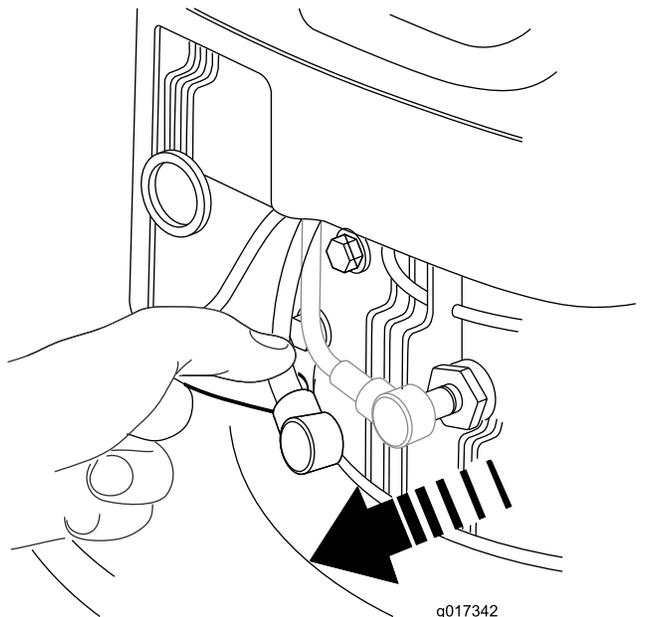

図 18
2. 整備などの前には、必ず点火プラグコードを外す 図 18。